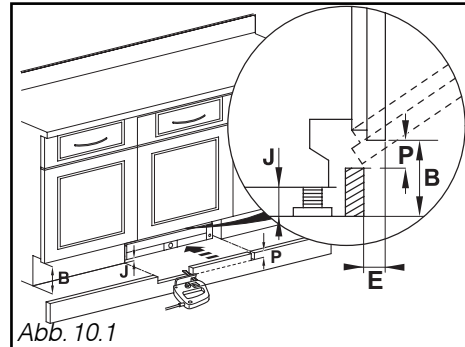

Abb. 10.1
Setzen Sie den Sockel ein; schneiden Sie ihn bei Bedarf gemäß Maß **P** zu (siehe Tabelle und Abb. 10.1).
- Messen Sie den Tiefenwert des Sockels **E** (Abb.10.1) zwischen dem Sockel des Möbelements und der Frontseite des Möbelements. Entnehmen Sie den Wert **P** - der sich aus **E** und **B - J** ergibt - aus der Tabelle.